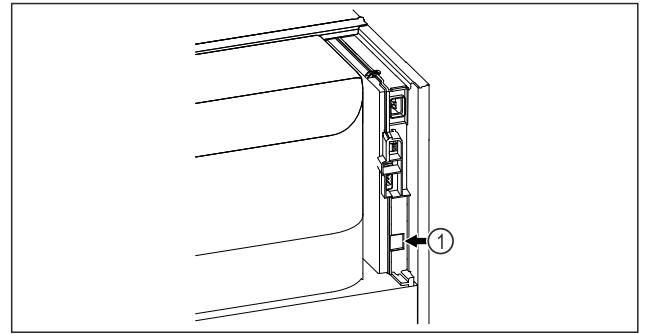

Fig. 62
- SmartModule Fig. 62 (1) ist eingesetzt.